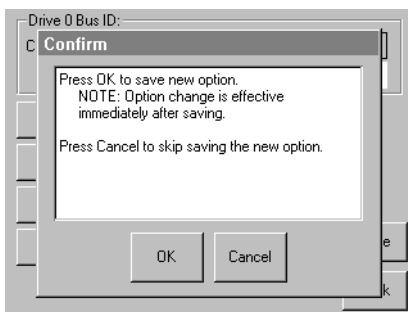

Figura 3-3. Pantalla de confirmación del ID SCSI
- c. Seleccione la opción Save (Guardar) para confirmar su petición. Aparecerá una pantalla de confirmación (consulte la Figura 3-3).